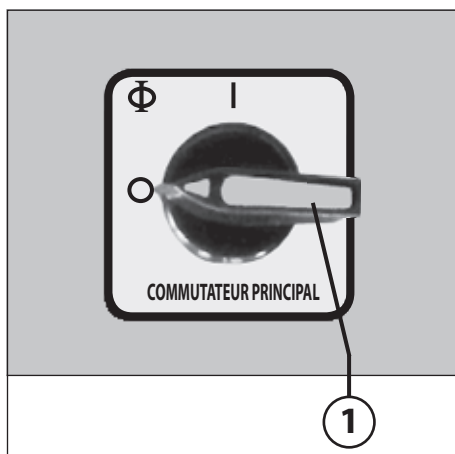

fig. 1
**ÉLÉMENTS DE COMMANDE (Fig. 1, 2 et 4):**
**1 = Commutateur principal (arrêt d'urgence) (fig. 1)**